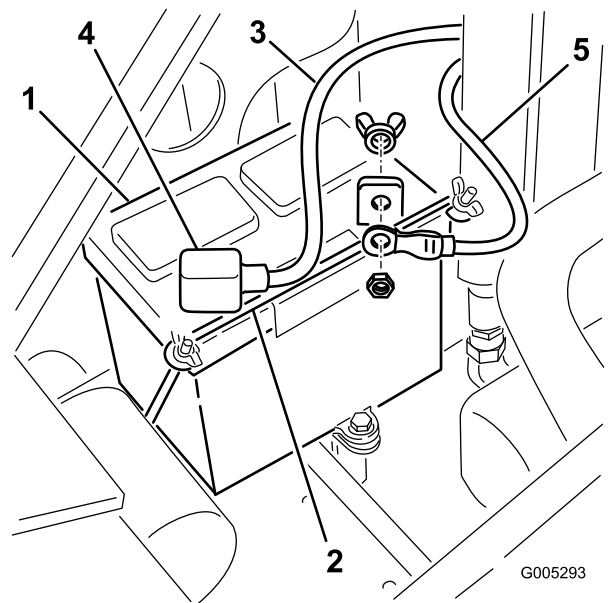

図 33
- バッテリー固定用の蝶ナットとバーを外す 図 33。
- バッテリー端子から、マイナス黒アース側ケーブルを外す 図 33。締結具はすべて保管しておく。
- バッテリー端子から、プラス赤ケーブルを外す 図 33。締結具はすべて保管しておく。